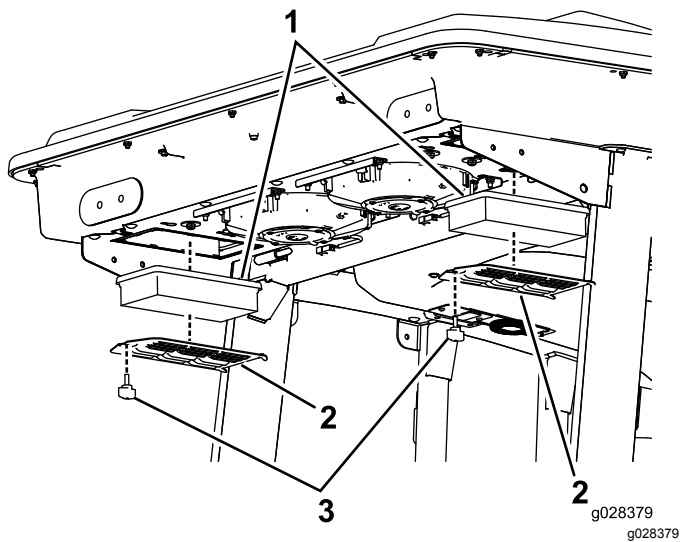

Figure 55
1. Retirez les vis et les grilles des filtres à air intérieur et arrière de la cabine (Figure 54 et Figure 55).